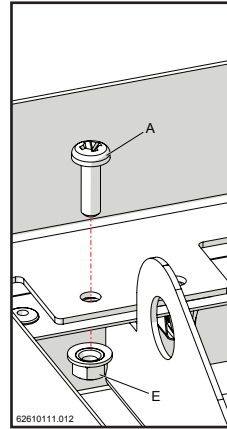
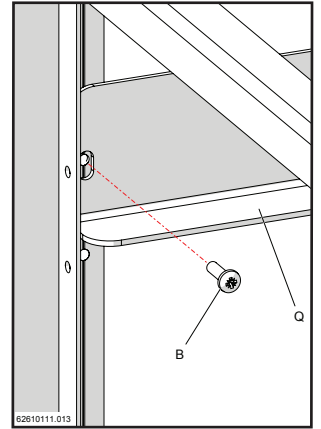

Figura 12-14
Figura 12-15
- 7.- Inserire le staffe di fissaggio superiore "Q" (figure 12-12 e 12-13). Applicare, quindi, la vite "A" con il dado "E" per il fissaggio delle staffe all'apparecchio (figura 12-14) e la vite "B" per il fissaggio delle staffe al telaio della copertura da esterno (figura 12-15).